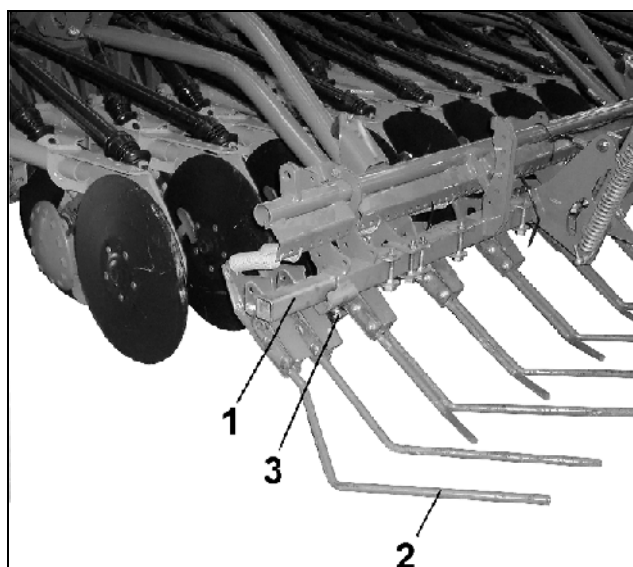

Fig. 27
El pasador de precisión (Fig. 27) cubre uniformemente con tierra suelta las semillas depositadas en el surco y nivela el terreno.
- Los rastrillos exteriores (Fig. 27/2) hay que ajustarlos de tal manera que el suelo vuelva a su lugar y se cree un terreno preparado para la siembra sin huellas de ruedas.
Cuanto mayor sea la velocidad de marcha, más afuera se debe sacar el tubo cuadrado (Fig. 27/1).
- Los tubos cuadrados con los rastrillos exteriores se deben asegurar después de cada ajuste con los tornillos de apriete (Fig. 27/3).